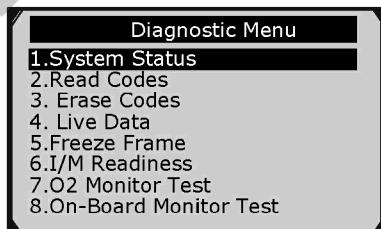

Рисунок 5-3
7) Ознакомьтесь со сводной информацией о состоянии системы (состояние индикатора MIL, количество диагностических кодов неисправностей, статус монитора), отображаемой на экране дисплея сканера. См. рисунок 5-1. Нажмите **кнопку ESC**, чтобы перейти к **меню диагностики** (см. рисунок 5-3).
1) С помощью кнопки прокрутки вверх/вниз выберите пункт **Read Codes [Считывание кодов]** в меню диагностики, а затем нажмите кнопку **OK**. См. рисунок 5-3.
1) С помощью **кнопок прокрутки вверх/вниз** выберите пункт **Erase Codes [Стереть коды]** в меню диагностики, а затем нажмите **кнопку ОК**. См. рисунок 5-3.
- 1) Для просмотра оперативных данных используйте **кнопки прокрутки вверх/вниз**, чтобы выбрать пункт **Live data [Оперативные данные]** в меню **диагностики**, а затем нажмите **кнопку OK**. См. рисунок 5-3.